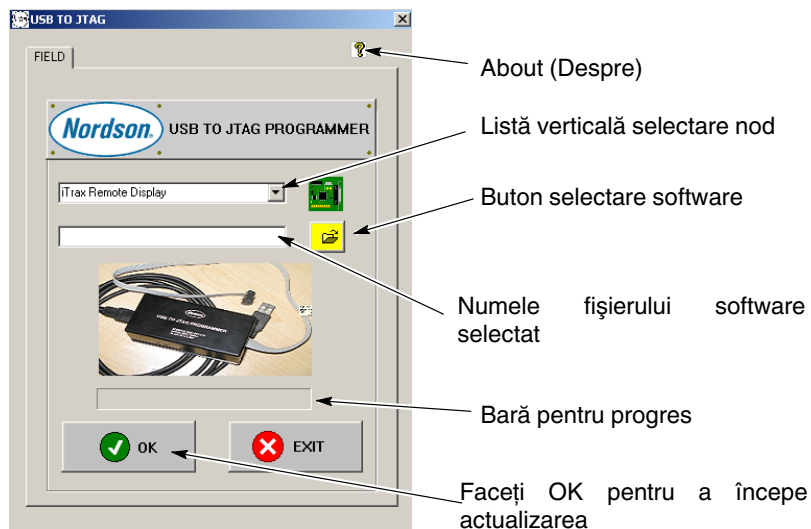

Figura 8 Cutie de comandă USB la JTAG
3. Pentru executarea aplicației USB la JTAG, faceți dublu-clic pe pictograma aplicației de pe spațiul de lucru sau pe fișierul cu numele USB-Jtag.exe. A se vedea Figura 8.